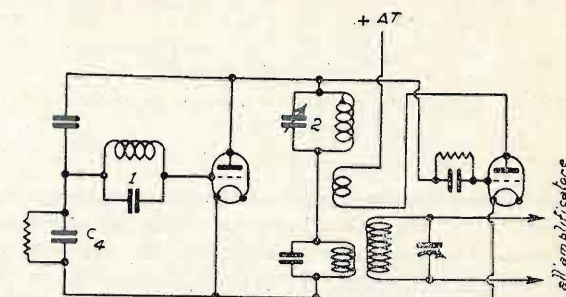

Fig. 3 - Circuito Ultradina neutralizzato col sistema Difarad.
tensione ai capi dell'altro circuito. Ammettendo che la capacità inerente fra griglia e filamento sia 0.00003 mfd. e facendo per esempio C_3 e C_4 uguale a 0.00015 mfd. e C_5 uguale a 0.0003 mfd. verrà applicata fra griglia e filamento 5/6 della tensione prodotta dai segnali in arrivo ai capi del circuito 1 e la metà della tensione delle oscillazioni locali generate nel circuito 2. Nel complesso variatore Ultradina ha luogo un accoppiamento completamente identico a quello che si verifica negli amplificatori ad alta frequenza trovandosi il circuito (1) accordato sui segnali in arrivo inserito fra griglia e filamento e quello del generatore collegato fra placca e filamento. La capacità fra placca e griglia produce quindi un accoppiamento ed in conseguenza un effetto reattivo che risulta positivo quando il circuito generatore è accordato su un'onda più corta dei segnali in arrivo e risulta negativo nel caso contrario. Ciò spiega perchè si ha generalmente una ricezione più forte coll'onda inferiore dell'oscillatore e perchè si verifica talvolta l'innescò del circuito di entrata se la sintonia dei due circuiti si avvicina. La fig. 3 mostra come questi effetti nocivi possono essere eliminati mediante la neutralizzazione col metodo Difarad. L'equilibrio viene raggiunto regolando il condensatore C_3 in modo che un milliamperometro inserito nel circuito di placca della valvola oscillatrice segni un minimo di deviazione quando i due circuiti entrano in sintonia. Nel com-